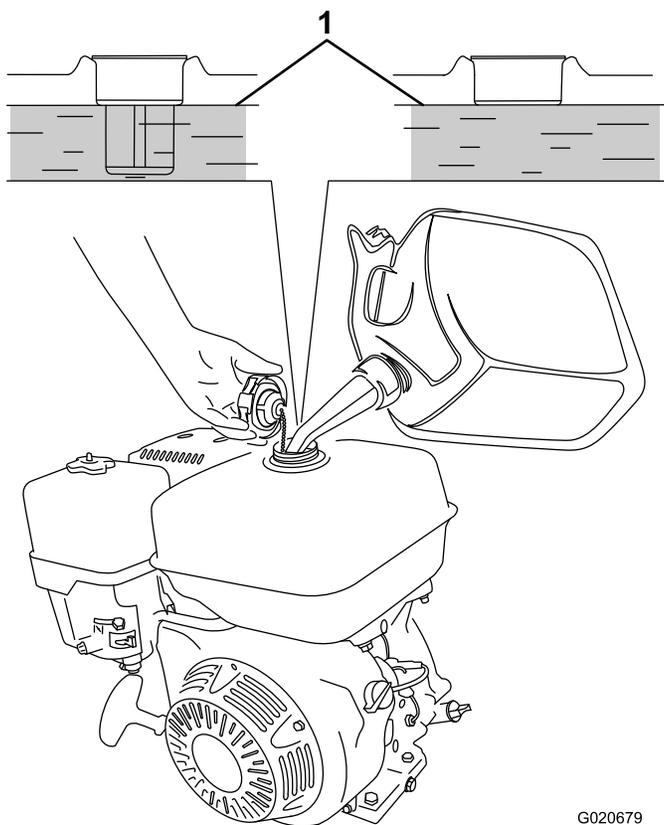

Figure 13
3. Versez de l'essence dans le réservoir de carburant jusqu'à ce que le niveau atteigne le bas du niveau maximal, comme montré à la Figure 13.